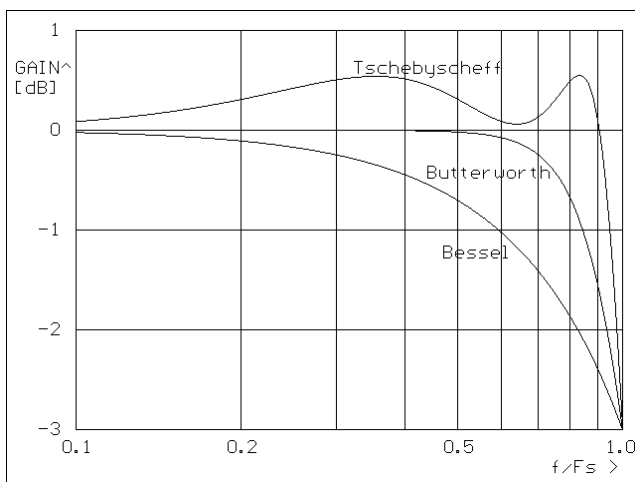

Abb. 6 – Amplitudengang Durchlassbereich
Die Trennwirkung eines Filters steigt mit seiner Steilheit beim Übergang vom Durchlass- in den Sperrbereich. Tschebyscheff liegt hier noch vor Butterworth, Bessel folgt erst mit Abstand. Wie in Abb. 6 zu erkennen ist, weist Tschebyscheff aber eine Welligkeit der Verstärkung im Durchlassbereich (ideal = $1 \triangleq 0$ dB) auf; 0,5 dB entsprechen ~ 6 %. Es ist im Einzelfall zu entscheiden, ob eine derartige Durchlasswelligkeit zulässig ist. Butterworth und Bessel verlaufen flach.
1. Man setzt im Durchlassbereich einen in der Anwendung tolerierbaren Amplitudenfehler fest und liest die zugehörige normierte Frequenz in Abb. 6 von der x-Achse ab.